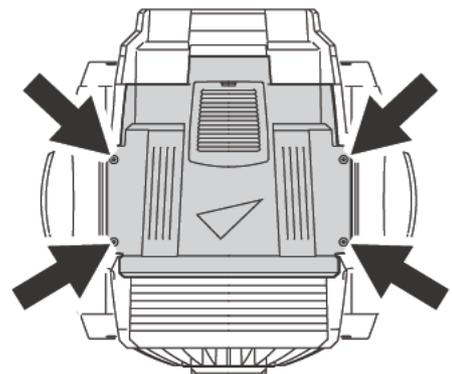

Figura 10: Tornillos de fijación de la cubierta superior
2. Girar $1/4$ de vuelta los 4 tornillos de fijación de la cubierta superior (ver Figura 10) y soltar la cubierta. Las cubiertas del MAC TW1 quedan perfectamente ajustadas, por lo que será necesario realizar una ligera presión para extraer la cubierta superior.